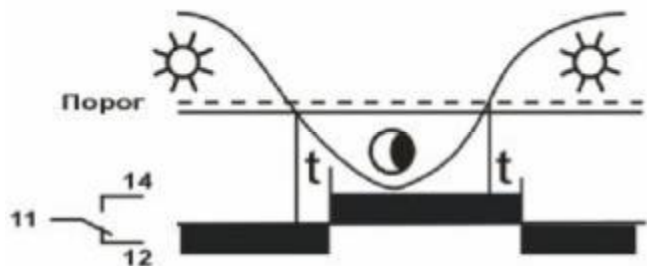

Рисунок 2. Диаграммы работы реле ФР-МО1-1-15
Время включения регулируется в зависимости от установленного порога уровня освещённости на улице. Контроль уровня освещённости осуществляется выносным фотодатчиком ФД-1-2, поставляемым в комплекте с фотореле. С помощью регулятора уровня освещённости устанавливается требуемый момент срабатывания. При снижении освещённости ниже установленного порогового значения, фотореле включает блок питания низковольтного ландшафтного освещения, при повышении освещённости (выше порогового значения) - выключает. Фотореле имеет два регулируемых диапазона освещённости 0,5 - 30лк и 3-300лк. Для выбора диапазона освещённости 3– 300 лк необходимо установить перемычку между клеммами «У1» и «Т2». Полный диапазон регулировки порога составляет 0,5 - 30 (3-300) лк. Порог срабатывания 15 (150) лк располагается в средней части диапазона регулировки освещённости. Поворачивая регулятор освещённости по часовой стрелки в направлении к ☀, время включения освещения будет происходить в более светлое время суток. Поворачивая регулятор освещённости в обратном направлении - в более тёмное время суток. Уровень освещённости контролируется по включению индикатора срабатывания реле «R», диаграмма работы фотореле показана на рис.2.